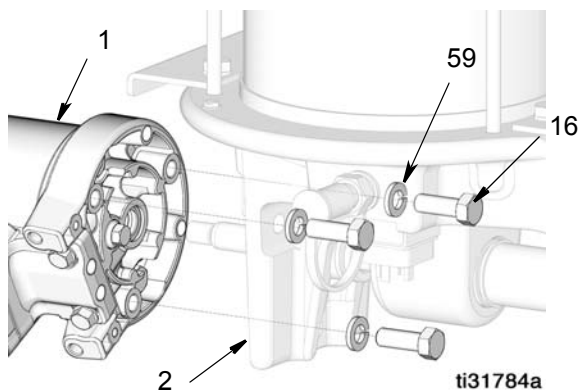

图 32
1. 在泵底座 (2) 内对齐气动马达 (1)。将气动马达中的销孔与铲杆 (12) 中的销孔对齐。
2. 安装三个垫圈 (59) 和螺丝 (16)。用 5 至 10 英尺磅 (6.77 至 13.56 N·m) 的扭力拧紧 (图 32)。